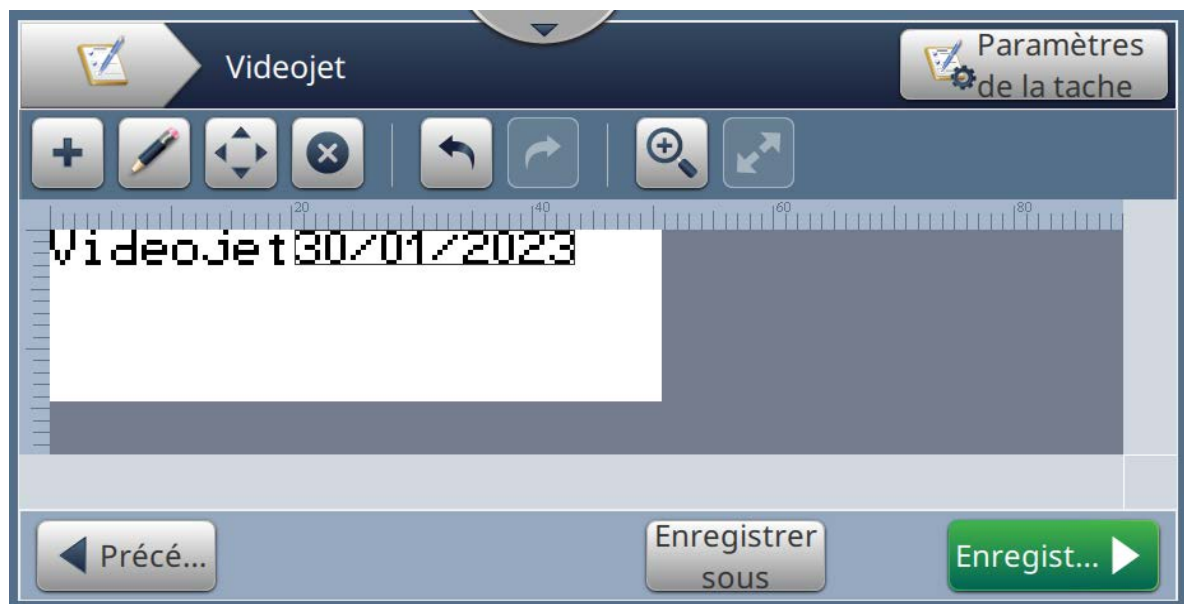

Figure 5-26 : Champ Date
21. Appuyez sur le bouton  pour enregistrer les modifications apportées. Le champ de date est inséré dans la tâche, tel qu'illustré dans la Figure 5-26.